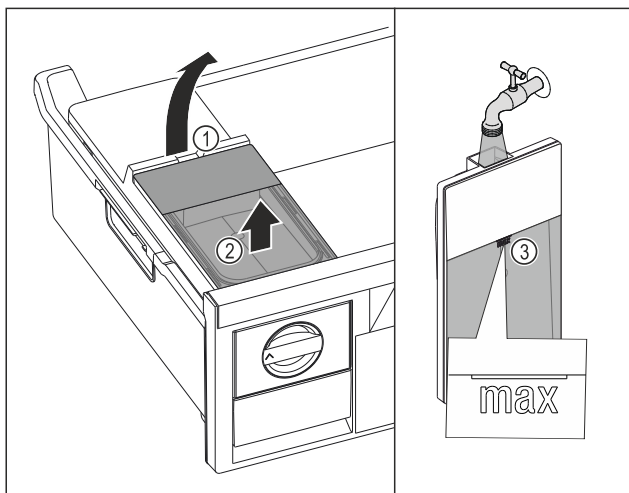

Fig. 109
- ▶ Watertank aan de uitsparing Fig. 109 (1) optillen.
- ▶ Watertank naar boven toe verwijderen. Fig. 109 (2)
- ▶ Watertank tot de markering Fig. 109 (3) vullen met drinkwater.